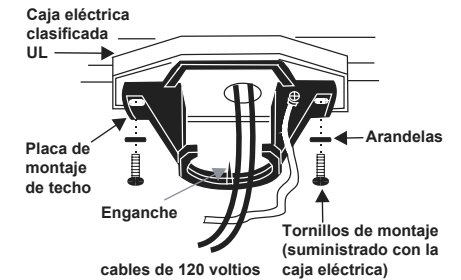

Figura 5
Paso 1. Pase los cables de 120 voltios a través del orificio central del soporte de colgado de techo tal y como se muestra en la Figura 5.
2. Pase los cables de 120 voltios a través del orificio central por el soporte de colgado de techo, tal y como se muestra en la Figura 5.